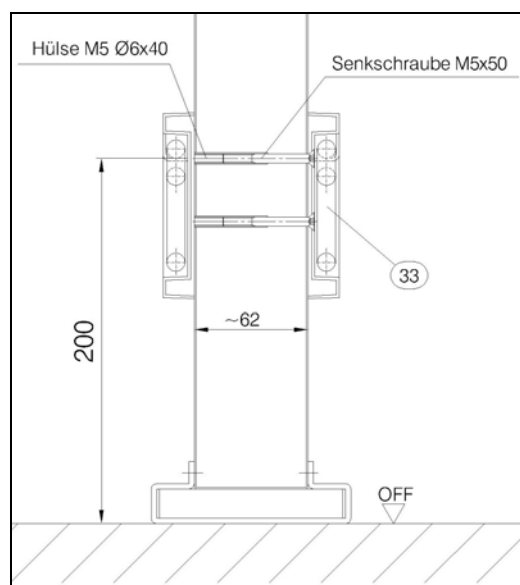

Abb.19
Muschelgriff (33) gem. Abb.19 mittels beiliegender Hülse M5 ($\varnothing 6 \times 40$) und Senkkopfschraube M5x50 anschrauben.